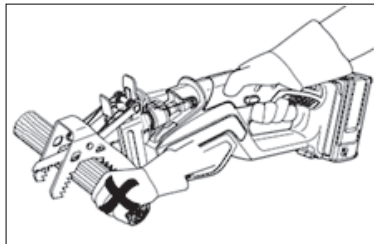

Fig. 16
2. Ne tenez pas la pièce à la main, mais utilisez des colliers pour fixer si nécessaire (Fig. 16).